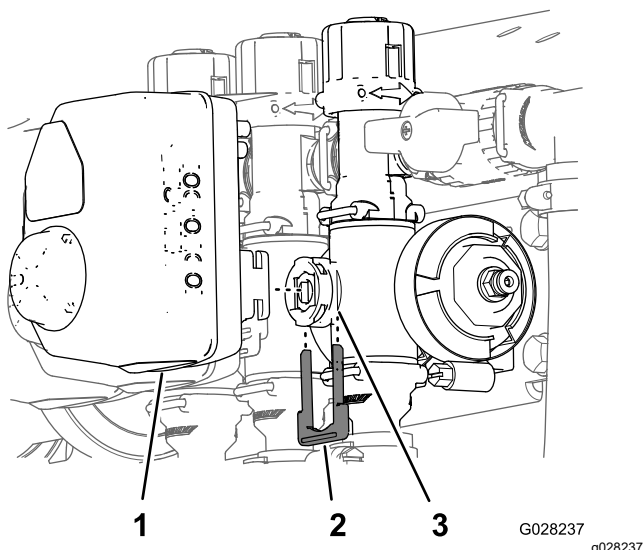

Figura 13
1. Îndepărtați opritorul care fixează dispozitivul de acionare la vana colectorului pentru vana de seciune sau vana de agitare (Figura 13).
8. Instalezi actuatorul îndepărtat în Figura 13 la nivelul supapei colectorului cu ajutorul opritoarelor îndepărtate anterior.